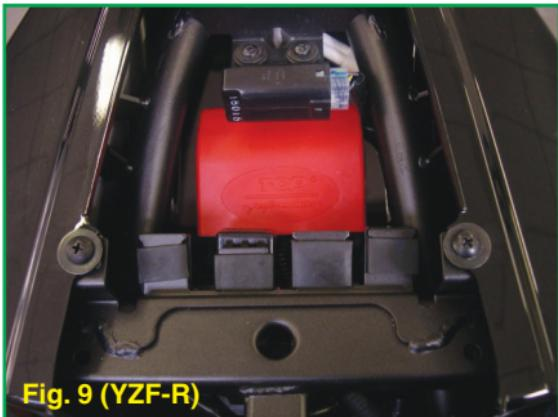

Fig. 9 (YZF-R)
- Mettre en place la centrale TFI sous la selle du passager dans la zone arrière du cadre (Fig. 9), la fixer à l'aide des autocollants dual lock en dotation et positionner le câblage jusqu'au moteur. Il est conseillé de fixer le câblage au cadre à certains endroits à l'aide de colliers serre-flex afin d'éviter toute détérioration.